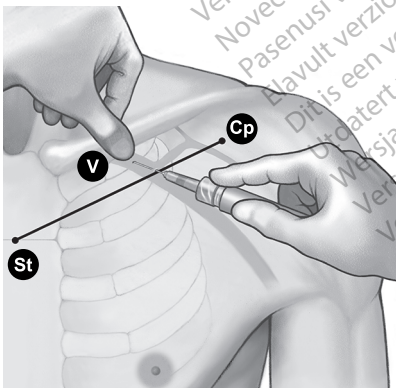

Abbildung 8. Platzierung des Daumens und Einstichstelle der Nadel
4. Drücken Sie den Daumen gegen den Zeigefinger und zielen Sie 1-2 Zentimeter unterhalb der Clavicula, um den Musculus subclavius vor der Nadel zu schützen. (Wenn eine Hypertrophie des Musculus pectoralis erkennbar ist, sollte der Daumen auf einen Punkt ca. 2 Zentimeter unterhalb der Clavicula zeigen, da der Musculus subclavius ebenfalls hypertrophiert sein könnte) (Abbildung 8 Platzierung des Daumens und Einstichstelle der Nadel auf Seite 21).